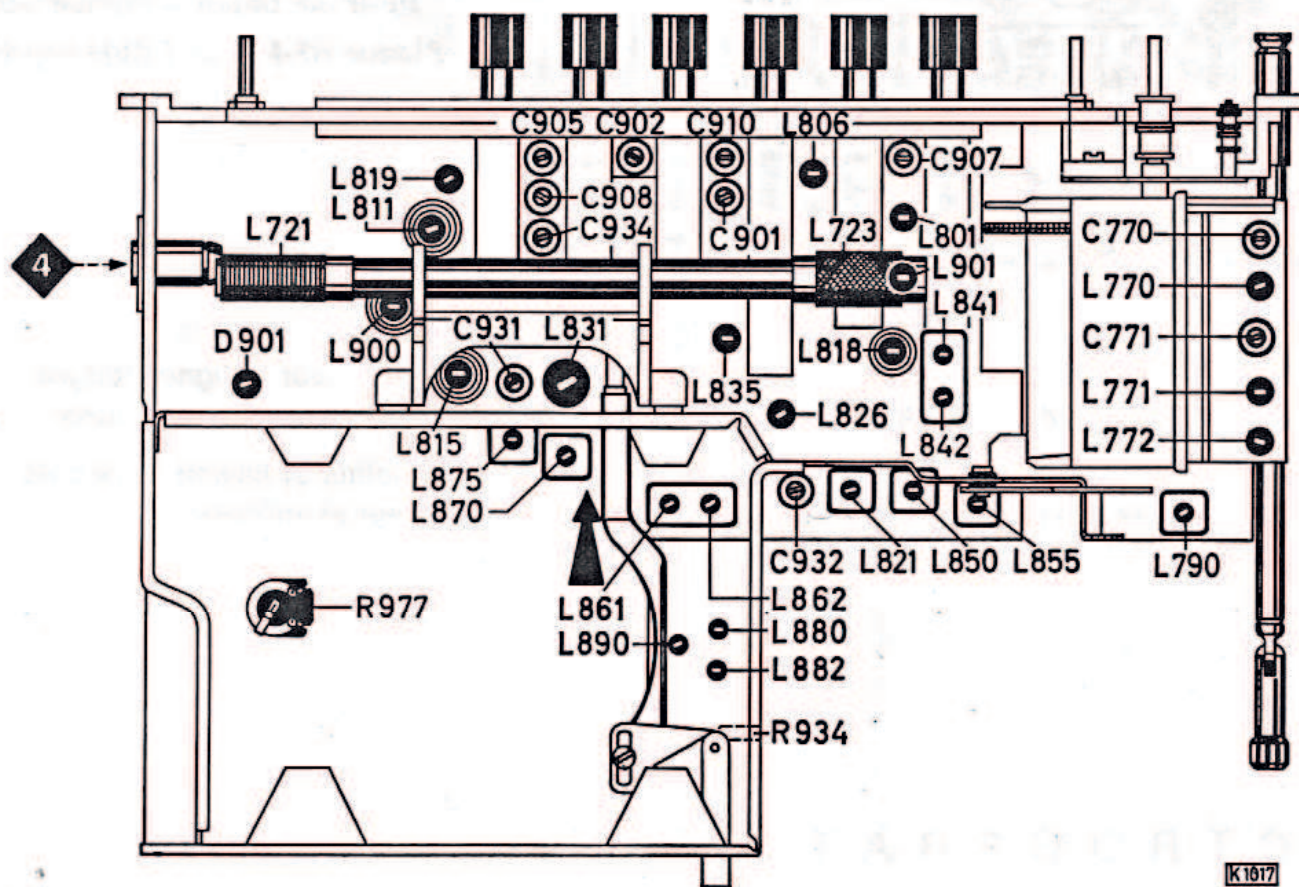

Fig. 8
- 6.5 Den Ruhestrom ca. 1 Minute nach dem Einschalten des Gerätes mit dem Einstellregler R 977 (Fig. 8) auf 4 mA + 20 - 10 % einstellen.
**Achtung!** Beim Abgleich des MW- und LW-Vorkreises auf dem Wellenschalter muß der Umschalter, Fig. 8, in Pfeilrichtung geschaltet sein.
- 6.5 Approx. 1 minute after switching on set, set zero signal current via adjuster R 977 (fig. 8) to 4 mA + 20 to 10 %.
**Attention!** When aligning the MW and LW pre-circuit on the waveband switch the conversion switch, fig. 8, must be switched in direction of the arrow.
- 6.5 Une minute env. après avoir mis le poste en marche, régler le courant de repos avec le potentiomètre ajustable R 977 (fig. 8) sur 4 mA + 20 - 10 %.
- 5) Ein AM-Signal, 400 Hz, 30 % moduliert, soll eine Ratiospannung von 1,4 V erzeugen. Dann mit R 934 ein Spannungsminimum am Outputmeter einstellen, Fig. 8.
- 5) An AM signal, 400 Hz, 30 % modulated, must produce a ratio voltage of 1.4 V. Adjust a voltage minimum at the outputmeter by means of R 934, see fig. 8.
- 5) Un signal AM, 400 Hz, modulé 30 %, doit engendrer une tension de rapport de 1,4 V. Régler une tension minimum à l'outputmètre moyennant R 934, fig. 8.